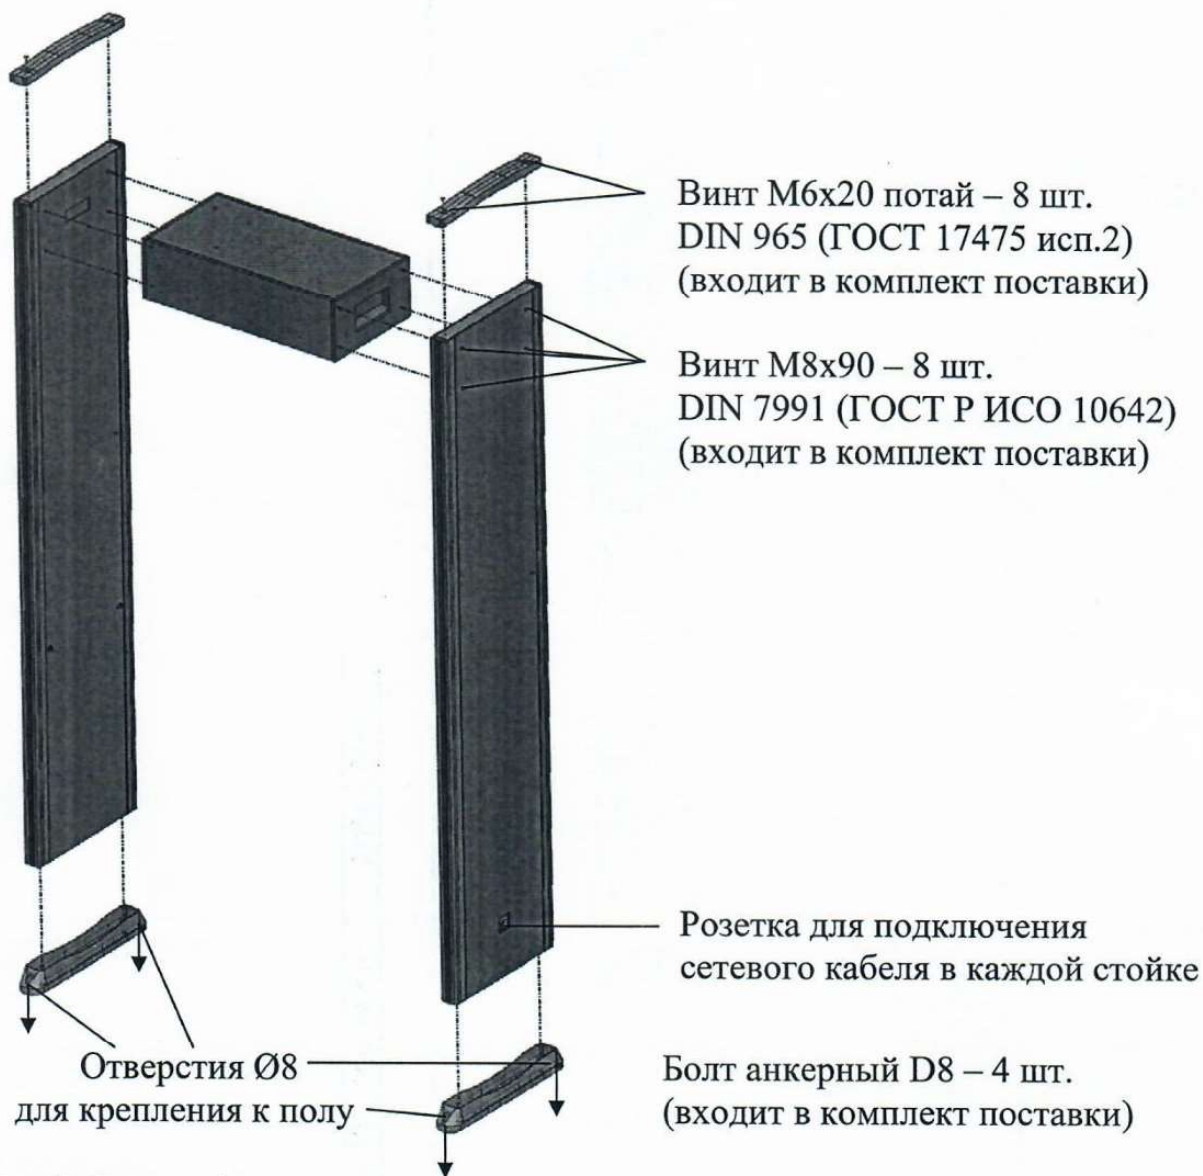

Рис.3 Схема сборки
Сборка изделия осуществляется согласно схеме рис.3:
- 1) индикаторная линейка и табло находятся с одной стороны (рис.3а);
Для сборки по этому варианту необходимо крепить левую панель (на пластиковой крышке стойки расположен ярлычок с надписью «Left») с левой стороны блока управления (см. рис.3а), правую стойку (надпись «Right») – с правой стороны блока.
При этом подключение кабелей «DB25» к материнской плате осуществлять по схеме рис.3а.
Для сборки по этому варианту необходимо крепить левую панель (надпись «Left») с *правой* стороны блока управления (см. рис.3а), правую стойку (надпись «Right») – с *левой* стороны блока.
При этом подключение кабелей «DB25» к материнской плате осуществлять по схеме рис.3б.
Рис.3а и 3б Варианты сборки стоек и блока управления
1) После сборки изделия по п.3.1 соединить электрические узлы кабелями п.1-5 таб.2 согласно схеме рис.3.